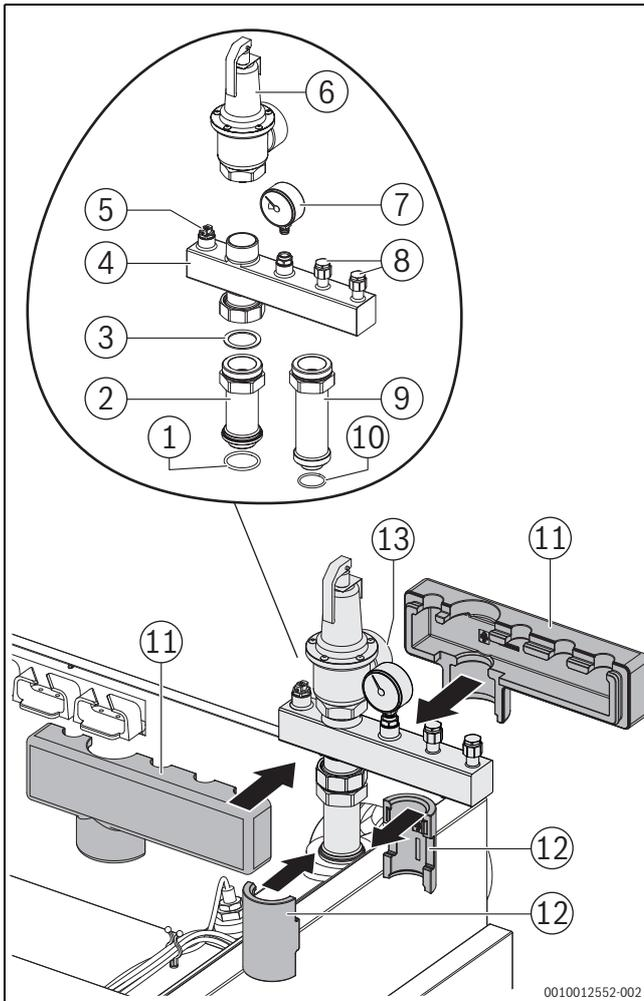

Bild 19 Sicherheits-Set 4 bis 6 bar (Dargestellt: Kesselaufbau rechts)
(→Bild 19 und 20)
- ▶ Sicherheitsventil (→Bild 19, [6]) auf den Gewindestutzen am Armaturen balken [4] mit geeignetem Dichtmittel eindichten (Ausblase richtung [13] bezüglich späterer Montageposition beachten).
Legende zu Bild 19 und 20: